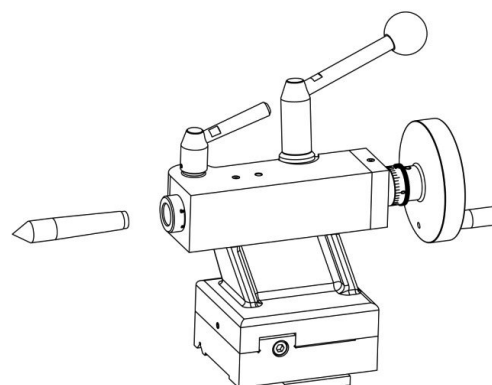

Bild 11: Sätta i dubb i dubbrör.
4. Tryck in dubben i dubbröret (se bild 11).